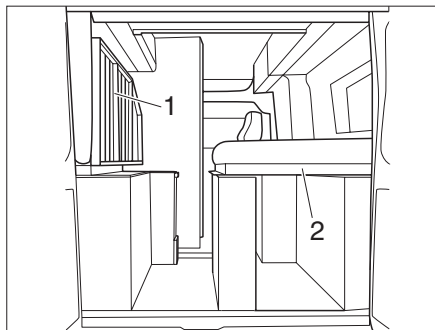

Fig. 54 Cama fija (variante 2)
- ▶ Plegar somieres (Fig. 54,1 y 2) hacia la derecha o hacia la izquierda y asegurarlos con correas.